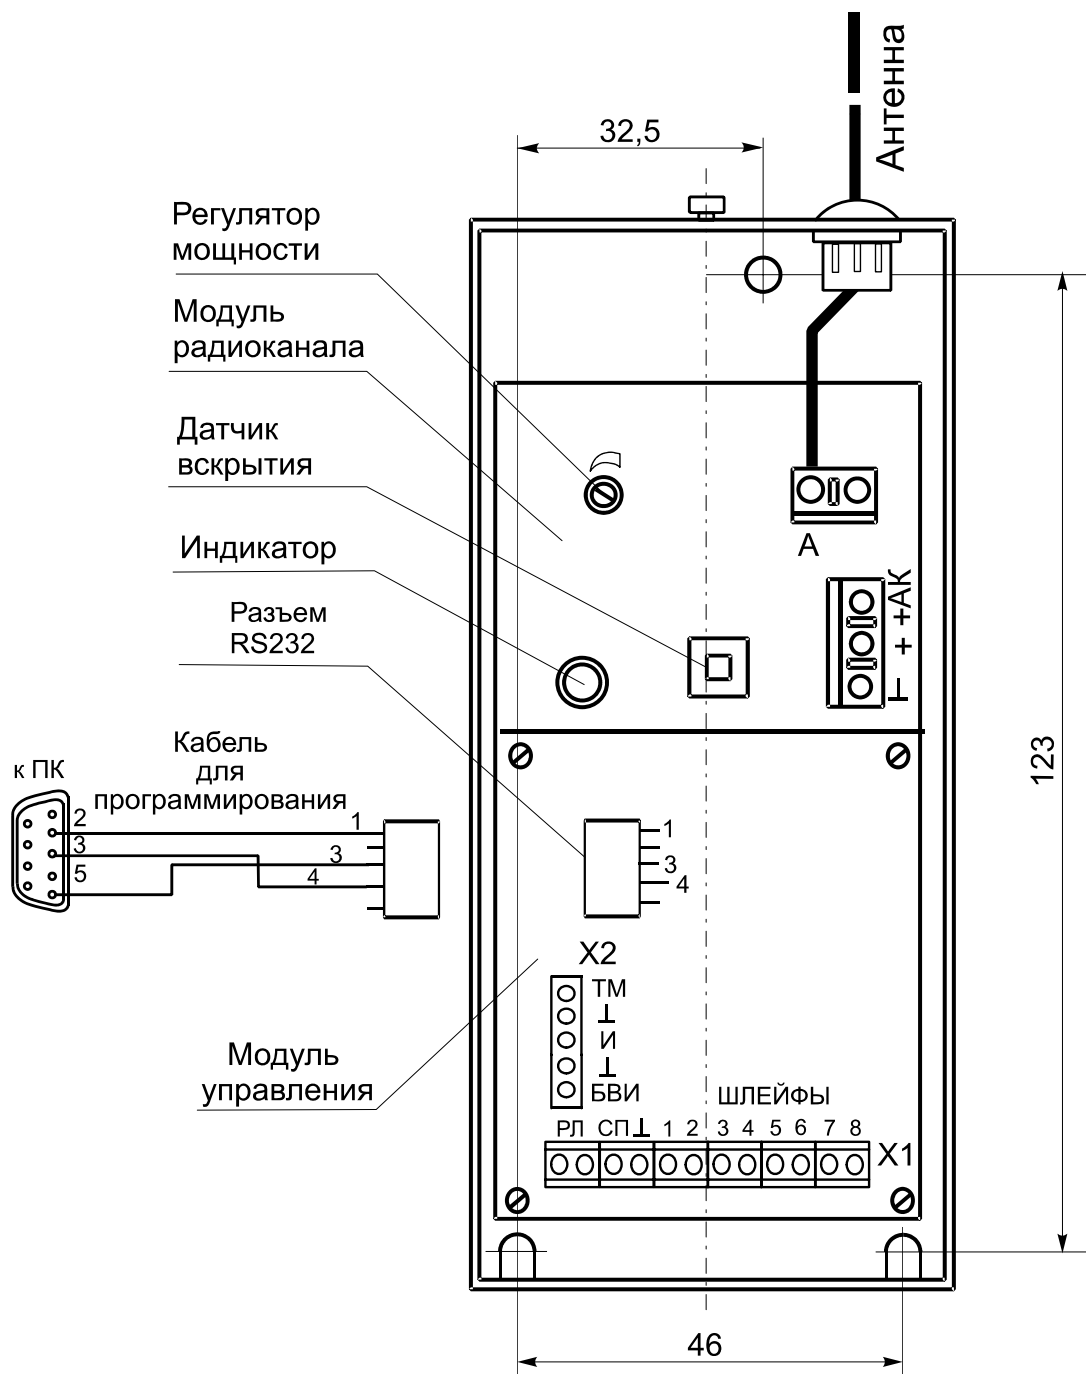
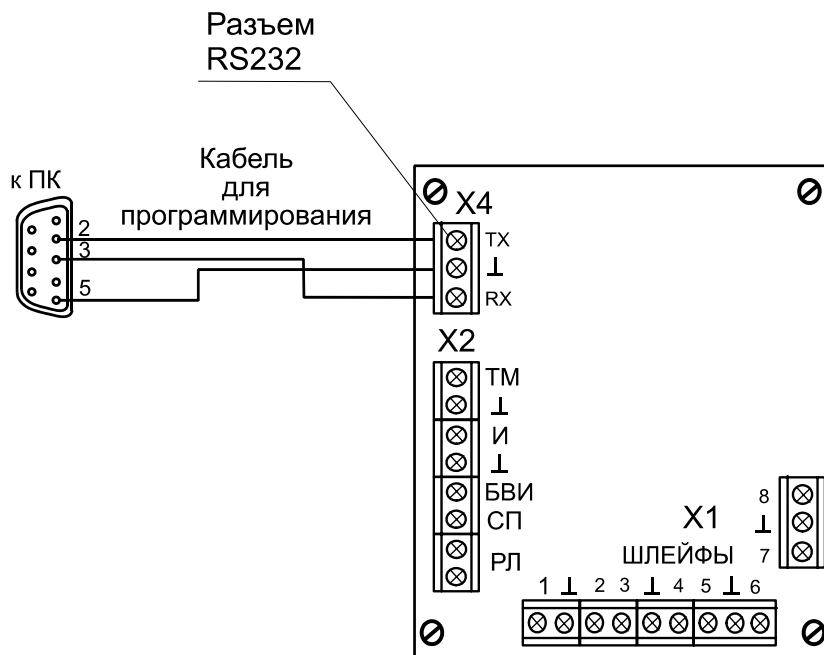

Рисунок 5.1 - Конструкция передатчика
Рисунок 5.2 - Модифицированный вариант модуля управления
5.1 Передатчик состоит из двух соединенных модулей (управления и радиоканала), установленных в металлическом корпусе (рисунок 5.1). Корпус передатчика выполнен из двух частей: основания и крышки. На основании корпуса установлен модуль радиоканала.
5.2 Модуль радиоканала имеет клеммы "+ АК" и "+" для подключения плюсовых проводов основного и вспомогательного источников питания соответственно, клемму "⊥" для подключения общего минусового провода, клемму "А" для подключения антенны, а так же датчик вскрытия, потенциометр регулировки мощности и двухцветный индикатор (рисунок 5.1). На модуле радиоканала установлен плавкий предохранитель номиналом 3,15 А.
5.3 Модуль управления устанавливается в разъем модуля радиоканала и крепится винтами. На плате модуля управления (рисунок 5.1) установлены:
Модифицированный вариант модуля управления (рисунок 5.2) отличается отсутствием разъема RS-232 (он заменен тремя клеммами), переключатель ХТ1 (на плате контакты 2 и 3 замкнуты), а также увеличенным количеством клемм общего провода.
7.2 Для программирования необходимо подключить передатчик к ПК с помощью кабеля из комплекта поставки (таблица 3.1). Белый разъем кабеля вставляют в разъем X2 модуля управления (рис.5.1) или разъем обрезают, а провода зачищают и подключают к винтовой колодке модуля (рис.5.2). Подключение производить при выключенном питании передатчика или ПК.
8.3 Закрепить передатчик. При установке на вертикальной поверхности крепление выполнять тремя шурупами по разметке (рисунок 5.1). При установке внутри корпуса ППК допускается крепить передатчик винтами (в комплект не входят) вплотную к металлической стенке корпуса.
8.6 Если конструкция сетевого источника питания допускает подключение к вторичной обмотке сетевого трансформатора и напряжение вторичной обмотки 16 – 20 В, то для контроля сети подключить вход "СП" согласно рисунку 8.1 и, после включения передатчика, установить переключатель ХТ1 на контакты 2-3. При этом нельзя допускать замыкания контактов 1-2 ХТ1. В модифицированном модуле (рисунок 5.2) контакты 2-3 замкнуты на плате и переключатель отсутствует.
В модифицированном модуле (рисунок 5.2) переключатель не требуется, но при программировании необходимо в закладке *Заводские настройки* выбрать *Блок передающий*.